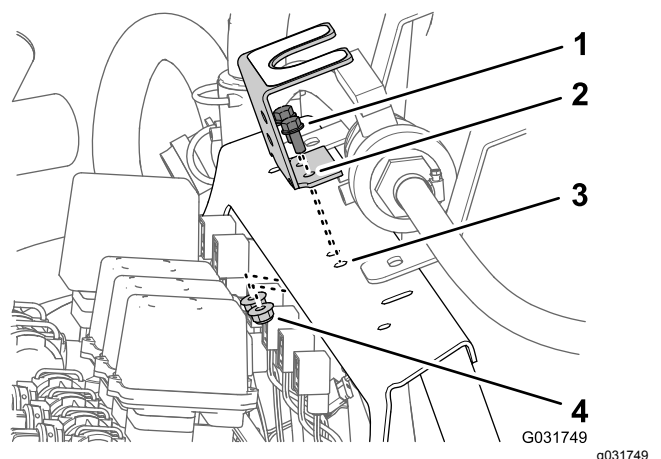

Bild 38
4. Entfernen Sie die zwei Bundkopfschrauben (5/16" x 3/4") und die zwei Sicherungsbundmutter (3/8"), mit denen die Befestigungshalterung für das Kugelventil an der Verteilerbefestigung befestigt ist, und nehmen Sie die Halterung von der Befestigung ab (Bild 38).